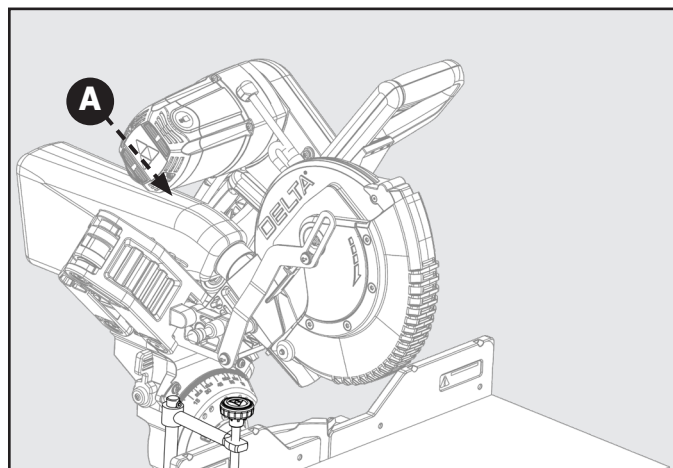

Figura 16
Al cortar piezas de trabajo anchas, como de 5 x 30 cm (2" x 12"), sujete la pieza de trabajo a la mesa de trabajo con una abrazadera de sujeción (A), tal como se muestra en la Figura 16.